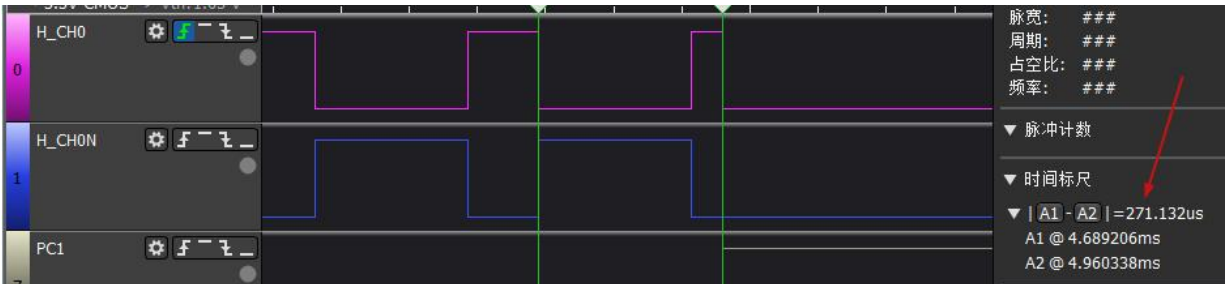

图 4.2 越过 LEB 计数范围
- 越过 LEB 计时范围的波形如下图 4.2。timh/leading\\_edge\\_blanking\\_LEB/error\\_output\\_waveform.kvdat 文件是波形的抓取文件。
- 可以看出 PCI 的 active 信号产生的时刻越过了 LEB 计数范围 71.132us 左右。同时又未达到下一个周期 PWM\_H 的下降沿。则产生图 4.2 的效果（LEB 计时看上去未被 PWM\_H 下降沿启动，未推迟 PCI 的 active 信号到 PWM\_H 下降沿之后生效）。